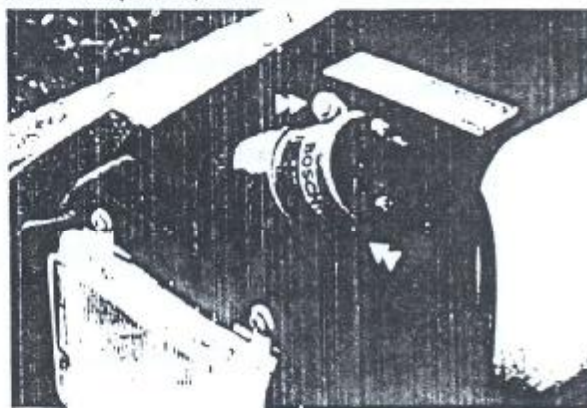

Figura 9.05.1 - Fixação das bobinas de ignição
1. Posicionar a bobina em seu local de montagem e fixá-la com o suporte e parafusos (Figura 9.05.1). Apertar os parafusos ao torque de 9,8 Nm.